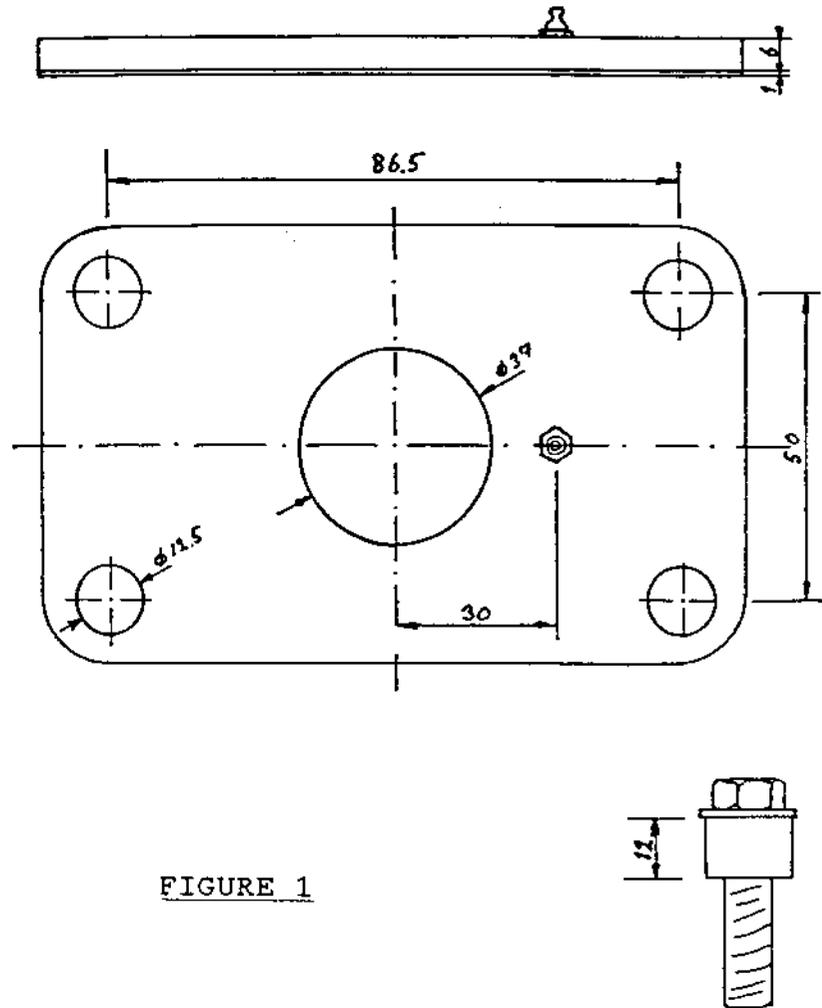

FIGURE 1
- II-2 Fabriquer un outillage de graissage suivant la figure 1. La plaque d'appui de l'hélice peut servir de modèle. Matériel nécessaire :
- II-2 Make a lubrication tool according to figure 1. The propeller front plate can be used as a model. Necessary matériel: